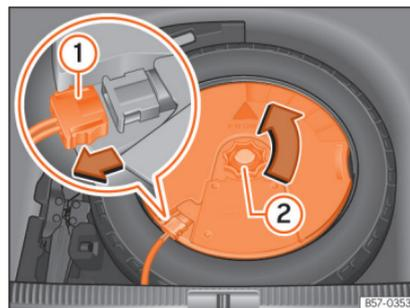

Fig. 256 Na bagageira: desmontar o subwoofer.
- Desligue o cabo do altifalante *subwoofer* »» **Fig. 256 ①.**
- Rode a rodinha de fixação no sentido contrário ao dos ponteiros do relógio »» **Fig. 256 ②.**